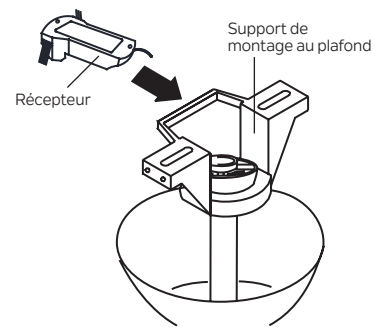

Fig. 12
Étape 1. Insérez le récepteur dans le support de montage au plafond, le côté plat du récepteur faisant face au plafond. (Fig. 12) Pour de meilleures performances, assurez-vous que le fil d'antenne noir (à l'extrémité du récepteur) reste tendu et ne s'emmêle pas avec les fils électriques.